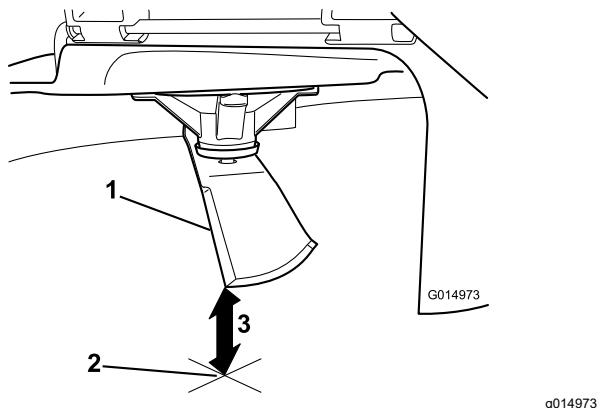

Figure 89
- Mesurez la distance entre la pointe de la lame et la surface plane (Figure 89).